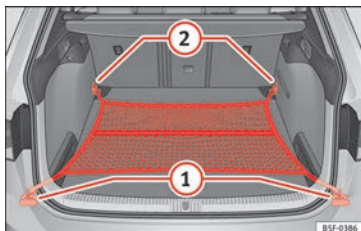

Fig. 134 No porta-bagagens: saco de rede fixado rente ao piso (modelo LEON ST).
- Dependendo do caso, levante as argolas de fixação dianteiras » » Fig. 134 ②.
- Fixe os ganchos da rede nas argolas de fixação ② » » ⚠. O fecho de correr do saco deve ficar voltado para cima.
- Fixe os ganchos da rede nas argolas de fixação ①.